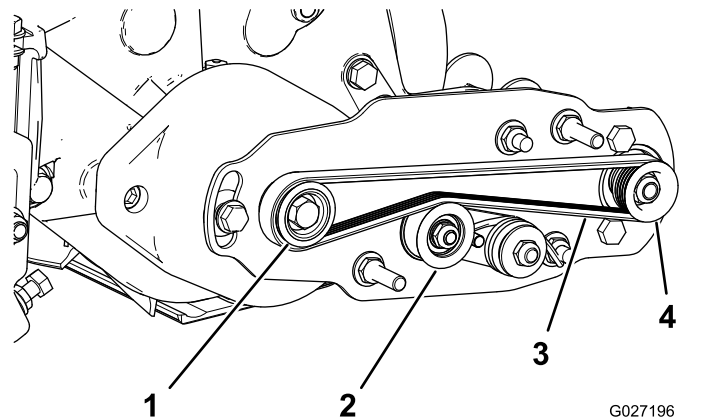

Figura 16
- Coloque la correa alrededor de la polea motriz y luego por encima de la polea tensora (Figura 16).